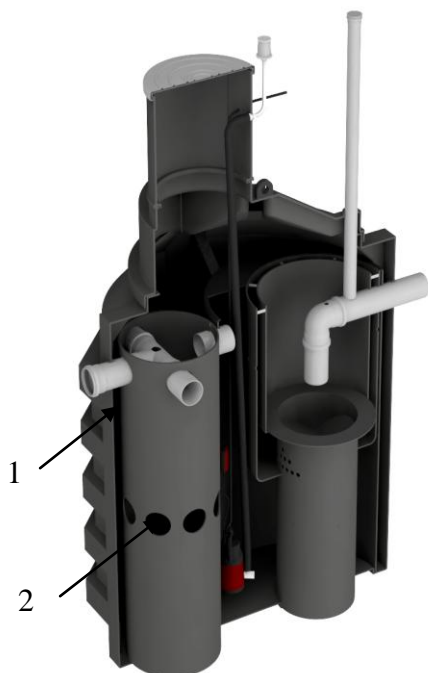

Рис. 2. Зоны механической очистки ЛОС 5М
Сточная вода самотеком через Т-образный патрубок поступает в первую осадочную камеру (1). По мере её наполнения и осаждения на дно взвешенных частиц, жидкость перетекает во вторую малую осадочную камеру Ø 475 мм (2) (Рис. 2).